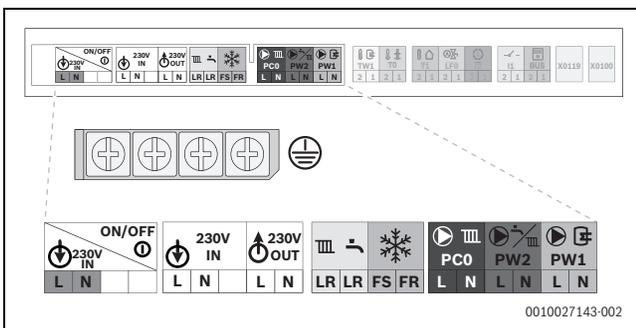

Fig. 74 Plaque de tension réseau : bornier
- Raccorder le câble au bornier des accessoires externes (→ figure 74 et figure 75).